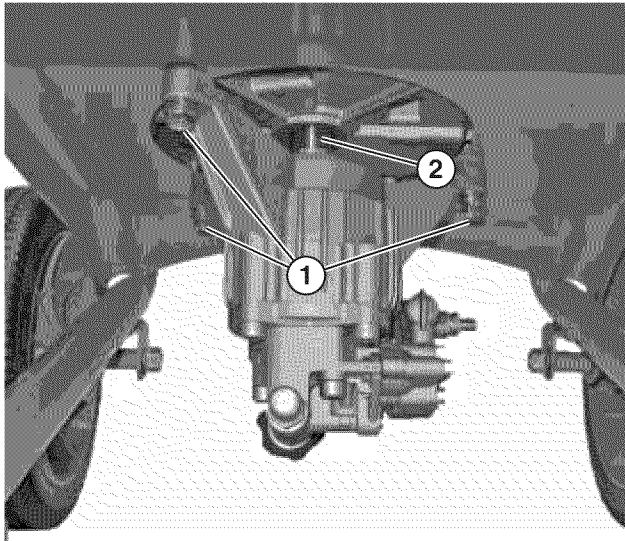

Figura 40 – Pernos de montaje de bomba/motor
2. Retire los 3 pernos de montaje y las arandelas que sujetan la bomba al bastidor (*ver Figura 40*).
3. Deslice la bomba hacia abajo del cigüeñal (*ver Figura 40*).